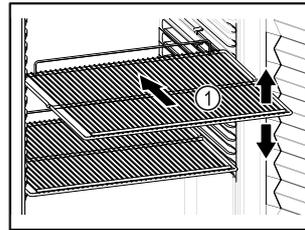

Fig. 62 Beispielhafte Darstellung
- Wenn Abstellroste Fig. 62 (1) versetzbar sind, je nach Höhe anpassen.